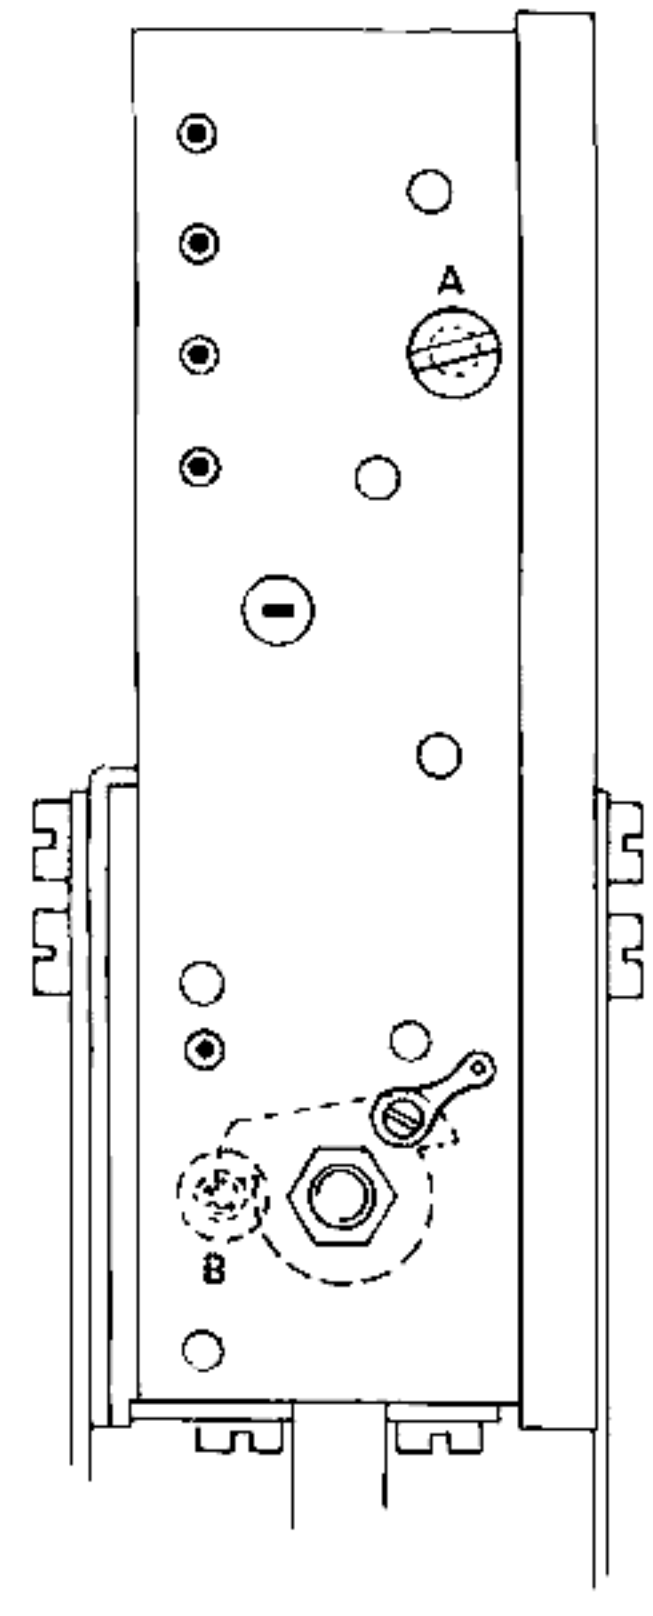

Fig 3
- Verwijder de schroef uit het gat B en plaats deze in het gat A (fig. 3).
- Draai de schroef uit het gat A en draai deze in het gat B (fig. 3).
- Draai de schroef van het gat A in het gat B (fig. 3).